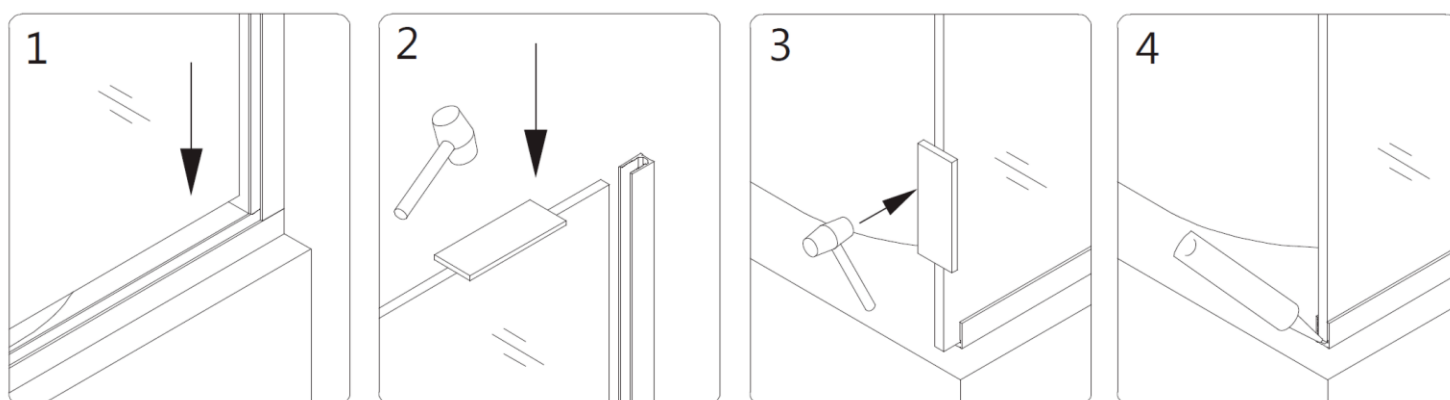

**Fig. 12**
**10.** Appliquez du silicone résistant à l'eau dans les deux profilés en U (**Fig. 12**)